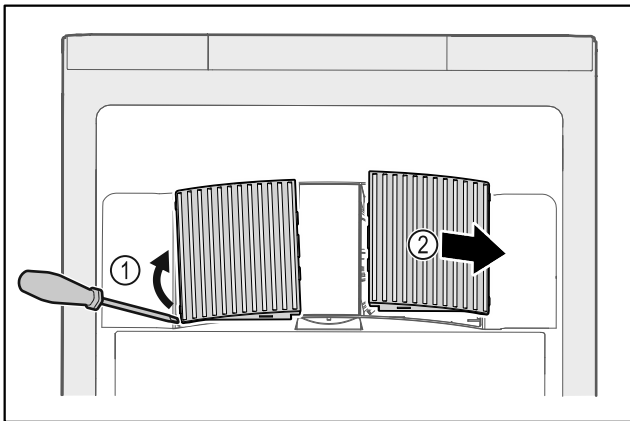

Fig. 34
- ▶ Ostrożnie podważyć osłony wentylatora z boku Fig. 34 (1) i zdjąć do przodu Fig. 34 (2).